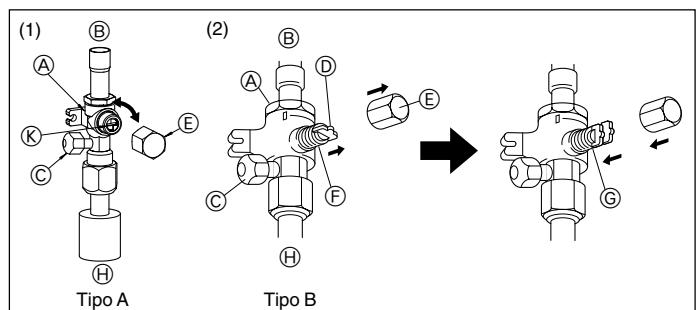

Fig. 4-6
(1) Tipo A (Fig. 4-6)
(2) Tipo B (Fig. 4-6)